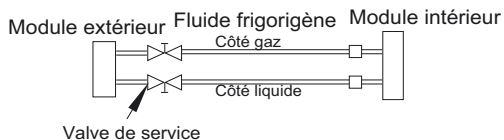

Figure 23 – Valves de service
1. Serrez complètement les écrous évasés des conduites de liquide et de gaz du côté intérieur et extérieur (pour tous les ventilo-convecteurs) (voir Figure 23).